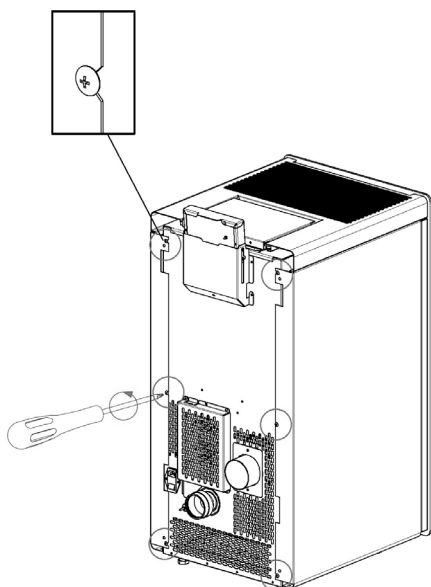

Fig. 69 - Draai de schroeven los
- Draai de 4 schroeven achteraan los (zie **Fig. 69**).
- Draai de 6 schroeven achteraan los (zie **Fig. 69**).